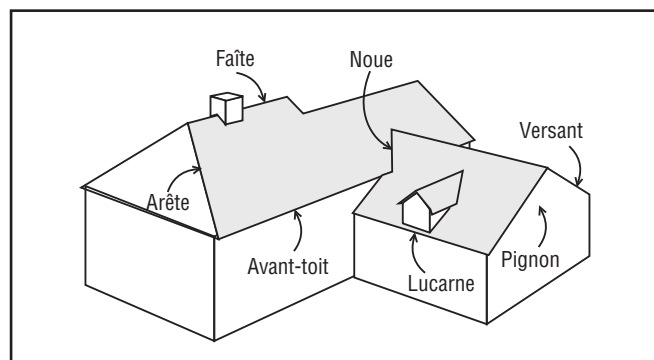

Figure Gl-1
**Arête** – Angle externe formé par l'intersection de deux pans de toit inclinés. Se prolonge du faîte à l'avant-toit (*figure Gl-1*).
**ARMA** – Asphalt Roofing Manufacturer Association. (301) 348-2002.
**Avant-toit** – Rebord inférieur horizontal d'un toit incliné (*figure Gl-1*).